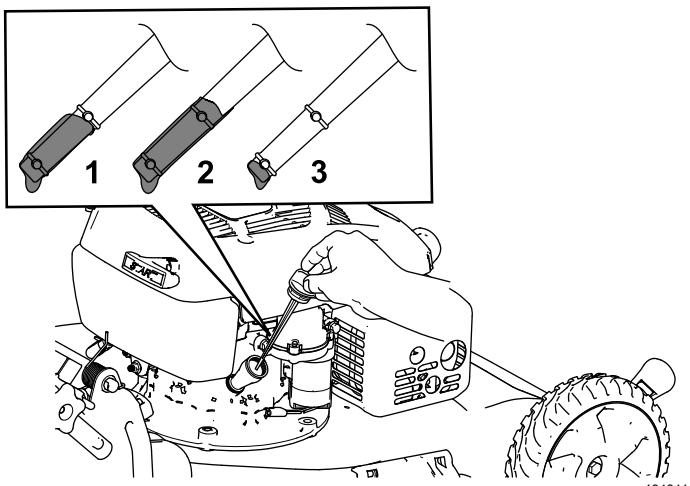

Figure 28
- Tournez le bouchon dans le sens antihoraire et sortez la jauge (Figure 28).